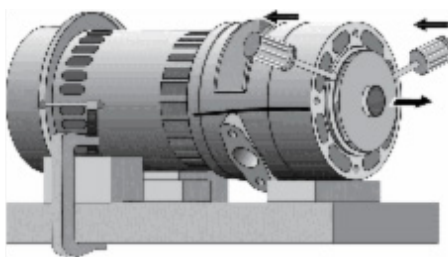

Figura 19
9. Los impulsores están enchavetados al eje y no se desatornillan. Inserte dos destornilladores en lados opuestos debajo del impulsor expuesto y saque el impulsor haciendo palanca (Figura 19).